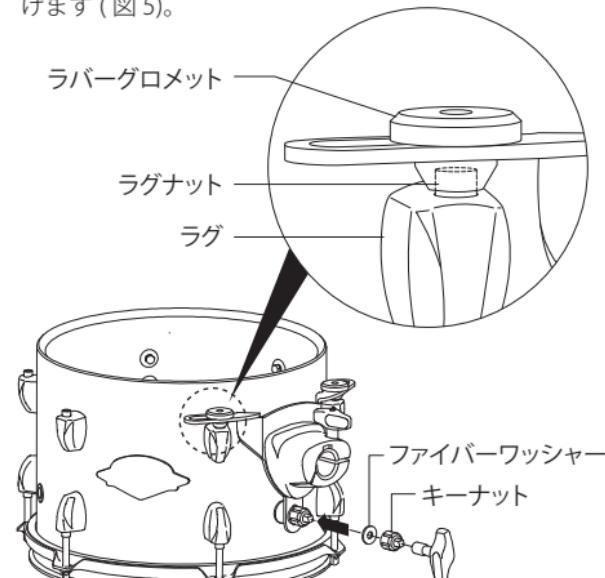

図5
5. Opti-Loc 本体を取り付けます。その際、ラバーグロメットがラグのラグナットにしっかりとまっていることをご確認ください。ファイバーワッシャーとキーナットを図のように取り付け、チューニングキーで締めつけます（図 5）。